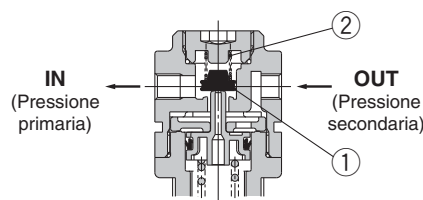

Figura 2
Quando la pressione primaria viene interrotta e scaricata, tutta la pressione applicata alla valvola ① si perde. La forza che mantiene in sede la valvola ① è esercitata esclusivamente dalla molla della valvola ②. Quando la valvola ① viene aperta mediante forza secondaria, la pressione secondaria viene scaricata sul lato d'ingresso. (Figura 2)
Quando la pressione primaria viene chiusa e rilasciata, la valvola unidirezionale ② si apre e la pressione nella camera della membrana q viene rilasciata sul lato d'entrata (Figura 2).
Questo fenomeno abbassa la pressione presente nella camera della membrana ① e la forza generata dalla molla del regolatore di pressione ③ solleva la membrana. La valvola ④ si apre mediante uno stelo, e la pressione secondaria viene rilasciata sul lato d'ingresso (Figura 2).
Figura 2 by-pass